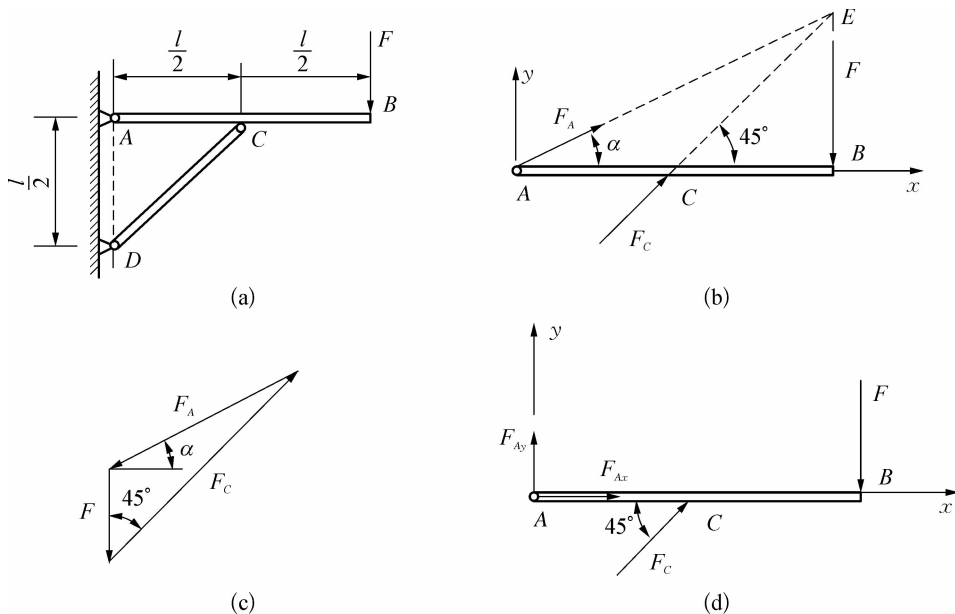

图 1-1-26 支架
**【例 1-5】** 如图 1-1-26(a) 所示的支架，在横梁  $AB$  的  $B$  端作用有一集中载荷  $F$ ， $A$ 、 $C$ 、 $D$  处均为铰链联接，忽略梁  $AB$  和撑杆  $CD$  的自重，试求铰链  $A$  的约束反力和撑杆  $CD$  所受的力。
选取横梁  $AB$  为研究对象。横梁在  $B$  处受载荷  $F$  作用。因  $CD$  为二力杆，故它对横梁  $C$  处的约束反力  $F_C$  的作用线必沿两铰链  $C$ 、 $D$  中心的连线。如图 1-1-26(b) 所示，梁  $AB$  在  $F$ 、 $F_C$ 、 $F_A$  三力作用下处于平衡，根据三力平衡汇交定理可确定铰链  $A$  的约束反力  $F_A$  的作用线，即必通过另两力的交点  $E$ 。根据平面汇交力系的平衡条件，可求得  $F_A$  和  $F_C$ 。
用这种方法进行求解时，必须预先判断各未知力的指向。当三力平衡时，这三个力应组成一封闭的力三角形，可确定  $F_A$  和  $F_C$  的指向，其中， $F_A$  如图 1-1-26(c) 所示。在力三角形中，由正弦定理
用这种方法进行求解时，不必预先判断各未知力的指向。如图 1-1-26(b) 所示，取投影轴，列平衡方程。